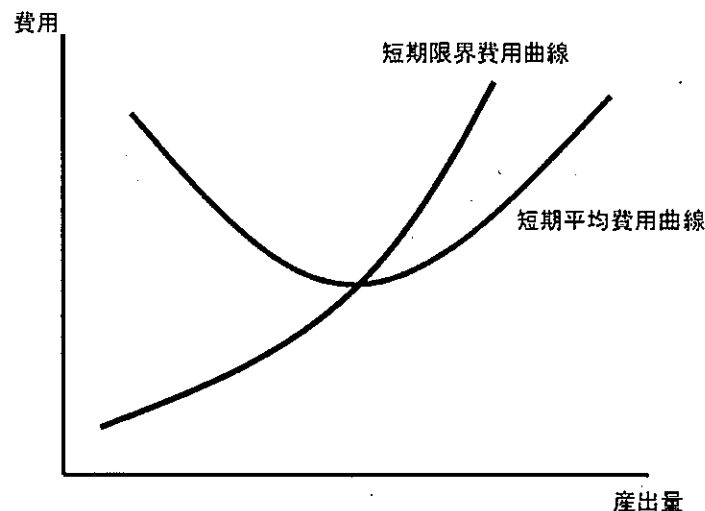

図1 短期平均費用曲線と短期限界費用曲線
(1) 企業の費用関数に関して、次の各問いに答えよ。
- b) 産出物が1つの場合、図1のように短期平均費用曲線はU字型をすることが多い。
- c) 産出物が1つの場合、図1のように短期限界費用曲線は、短期平均費用曲線の最も低い点において短期平均費用曲線と交差する。この理由を5行程度で述べよ。